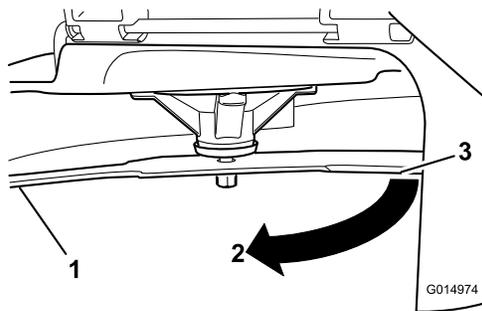

Bild 59
3. Zweiter zwischen Messer und Oberfläche (B) gemessener Abstand
4. Drehen Sie dasselbe Messer um 180 Grad, sodass die andere Schnittkante jetzt in derselben Stellung ist (**Bild 59**).